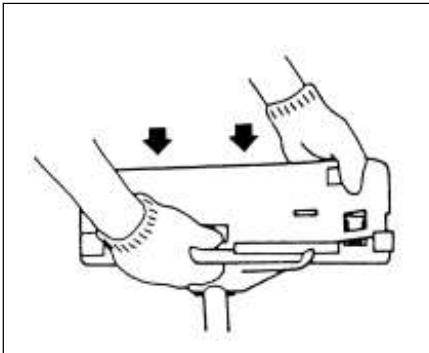

Fig. 1-9
- (En)** When using a trimmer head (2) with two piece type blade guard, attach the guard extension to the blade guard. (Fig. 1-9)
- (Fr)** Lorsque l'on utilise une tête de coupe à fil nylon (2) avec un carter de protection du type en deux parties, veuillez fixer l'extension du carter de protection sur le carter lui-même afin de rehausser sa jupe latérale. (Fig. 1-9)
- (It)** Quando si usa una testina tosaerba (2) con coprilama di tipo di due pezzi, applicare l'allungamento al coprilama. (Fig. 1-9)
- (Ge)** Bei Einsatz eines Trimmerkopfes (2) mit Doppelstückmesserschutz die Schutzverlängerung am Messerschutz befestigen. (Fig. 1-9)
- (Sp)** Cuando use el cabezal recortador (2), con el protector de cuchilla tipo de dos piezas, conecte el protector de extensión al protector de cuchilla. (Fig. 1-9)
- (Sw)** Vid användning av trimmerhuvudet (2) försätt med tvådelat klingskydd skall skyddsförvärlängningen fästas vid klingskyddet. (Fig. 1-9)